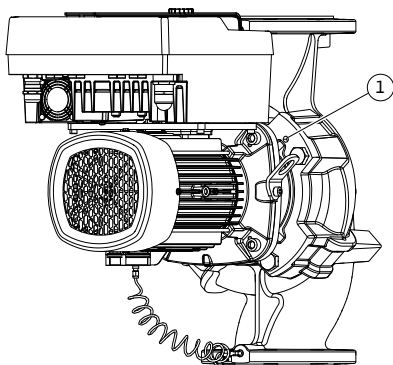
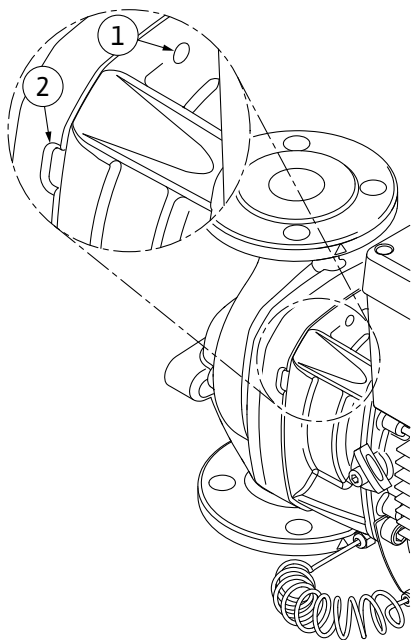

Fig. 103: Expulsión del juego de introducción mediante los taladros roscados
Fig. 104: Taladros roscados y ranuras para expulsar el juego de introducción de la carcasa de la bomba
12. Para el modelo de bomba (Fig. III, IV), afloje los tornillos Pos. 29. Use los 2 taladros roscados situados al lado (Fig. 103, Pos. 1) y los tornillos a cargo del propietario adecuados (p. ej., M10 x 25 mm). Extraiga el juego de introducción de la carcasa de la bomba. Para el modelo de bomba (Fig. I y Fig. II), use los 2 taladros roscados M10 (véase la Fig. 104) y los tornillos propuestos a cargo del propietario (p. ej., M10 x 20 mm). Para su expulsión se pueden usar adicionalmente las ranuras (Fig. 104, Pos. 2). Use para ello, p. ej., 2 destornilladores a modo de palanca. Tras un primer movimiento de expulsión de aprox. 15 mm, el juego de introducción se libera de la carcasa de la bomba.